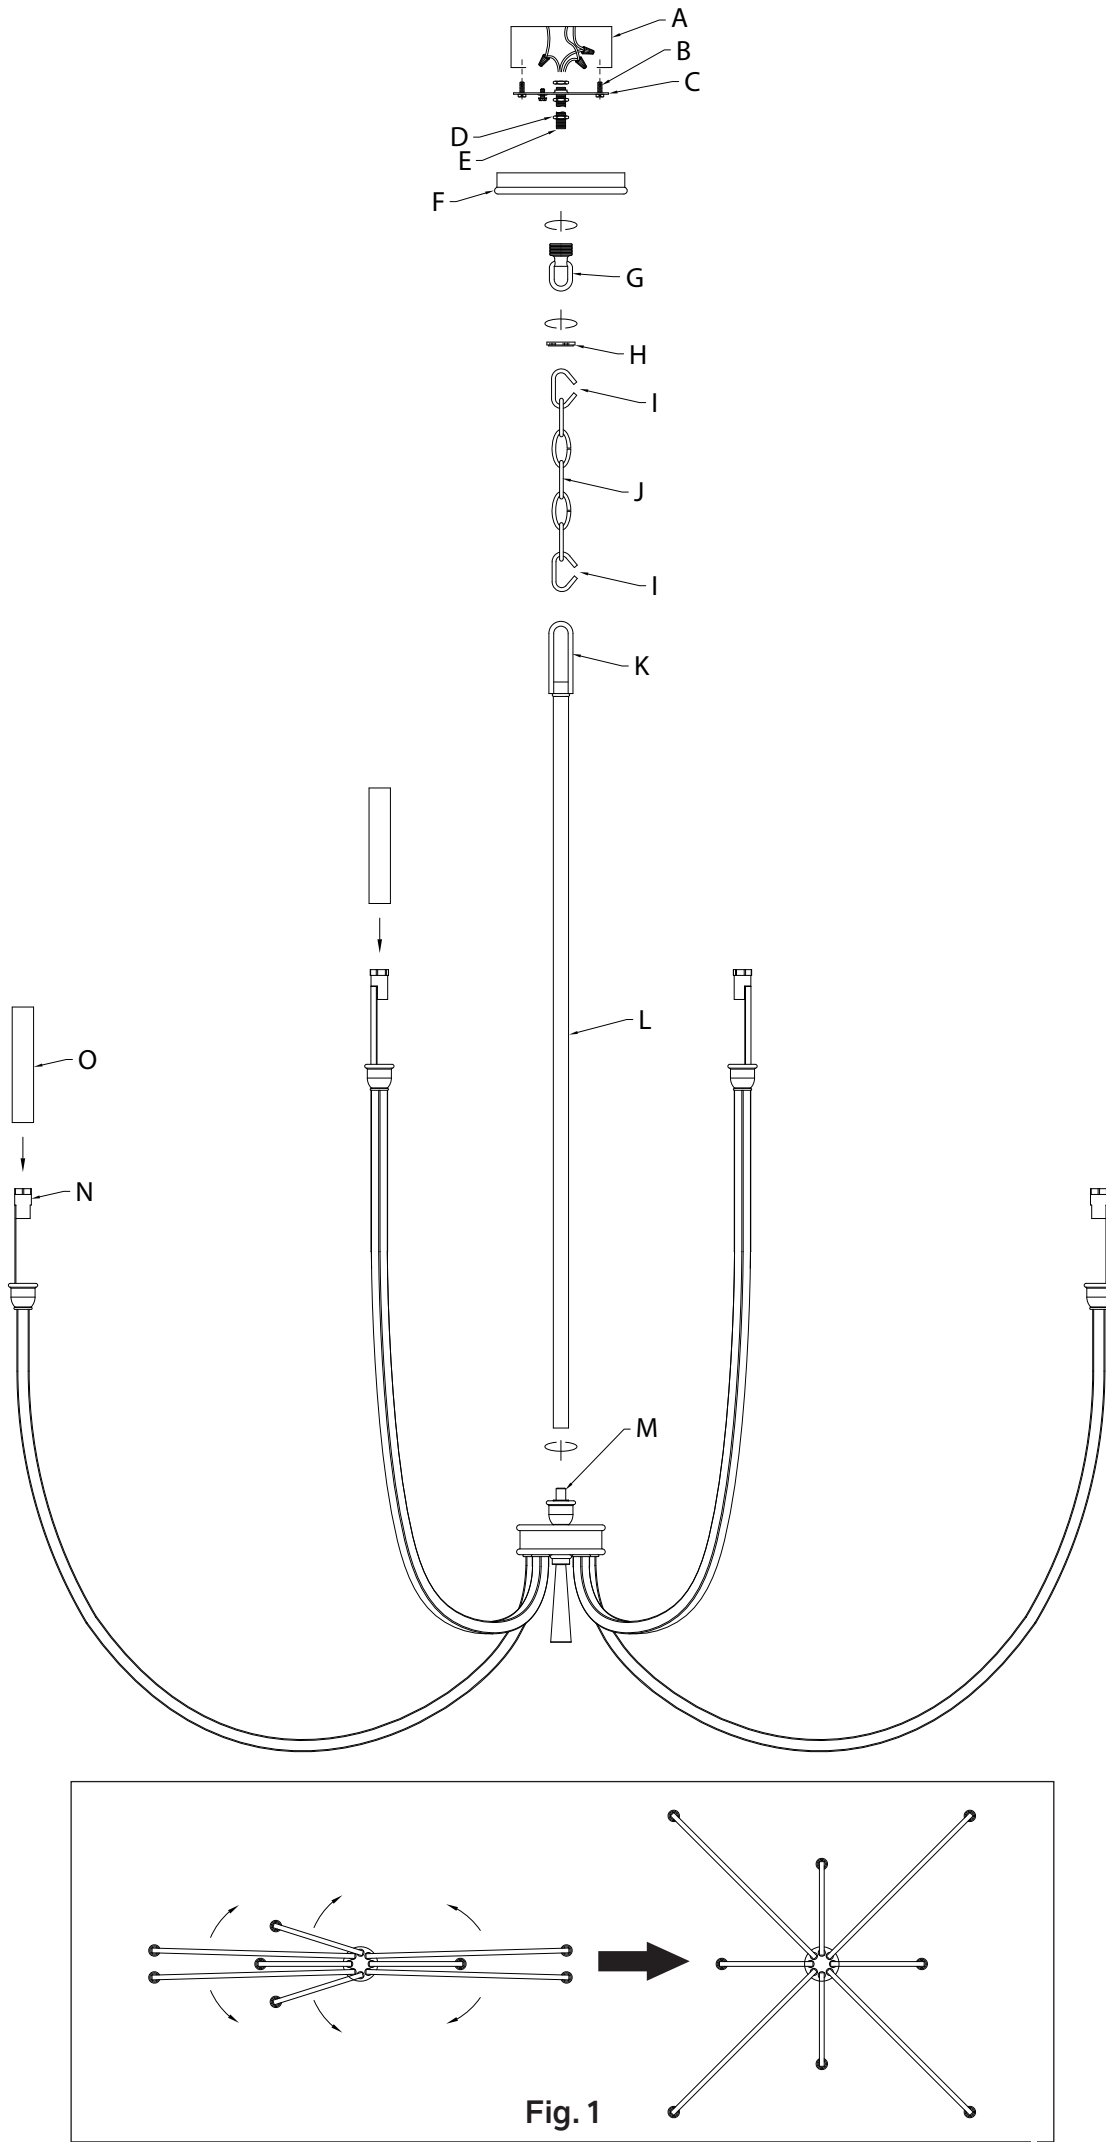

Fig. 1
1. Gire los brazos del artefacto hasta la posición indicada (Fig. 1).